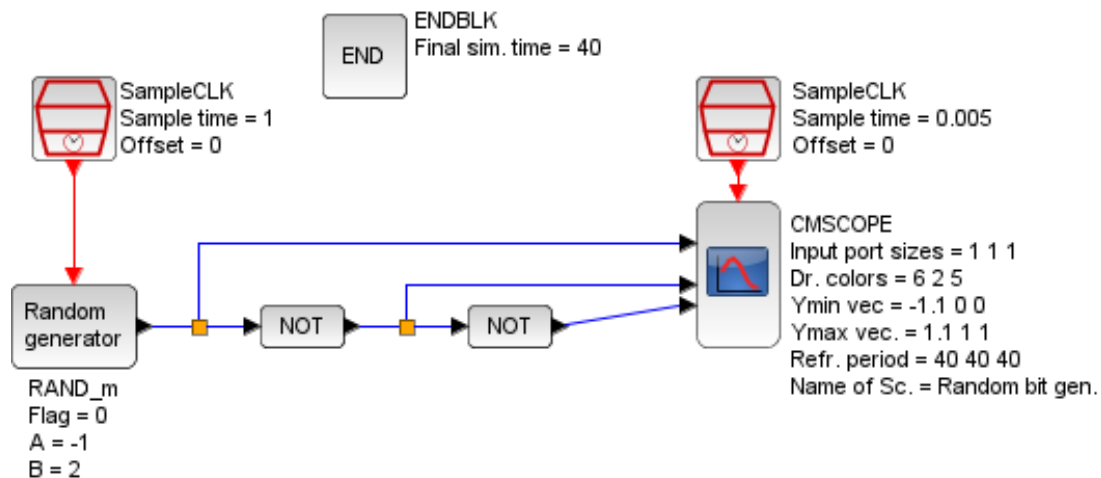

Рис. 6.2. Генератор случайных битовых элементов на основе генератора случайных чисел
Построить генератор случайных битовых элементов на основе генератора случайных чисел — ГСЧ (рис. 6.2).
1. Построить схему по образцу рис. 6.2.